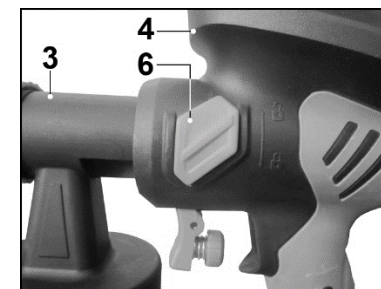

Рис. 3.
**7.1. Сборка краскопульта (Рис. 3)**
7.1.1. Поместите распылитель (3) в корпус компрессора (4), и зафиксируйте в этом положении двумя фиксаторами (6) как показано на Рис.3.